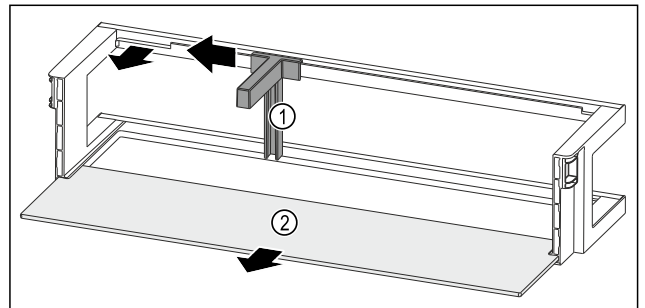

Fig. 147 Türabsteller mit Flaschenhalter und Abstellfläche
- ▶ Flaschenhalter Fig. 147 (1) bis zur Aussparung zur Seite schieben.
- ▶ Flaschenhalter Fig. 147 (1) entnehmen.
- ▶ Abstellfläche Fig. 147 (2) entnehmen.